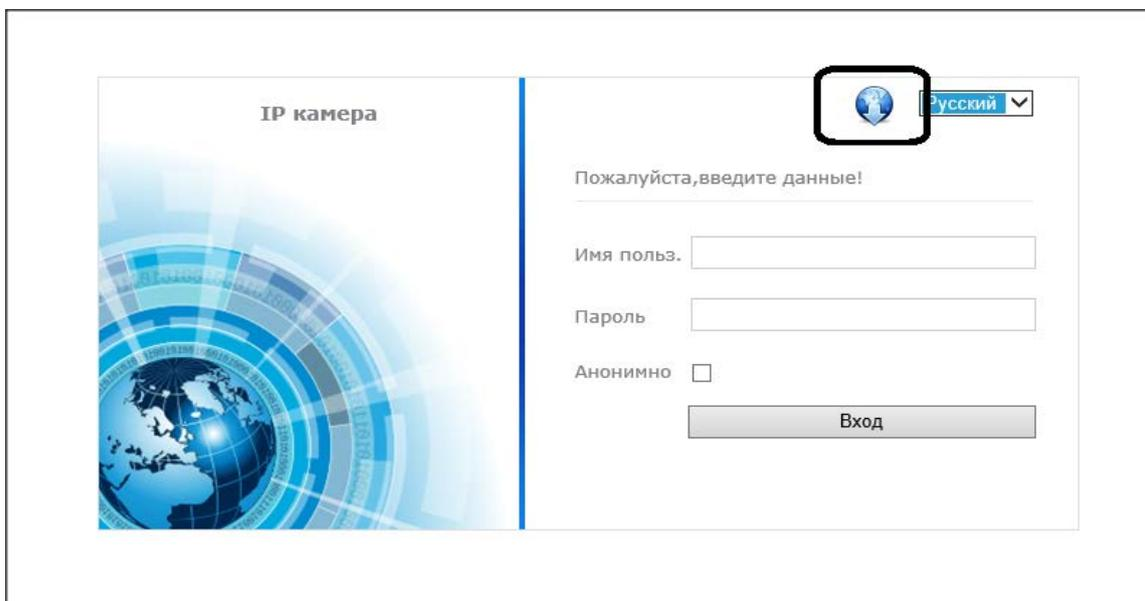

Рисунок 3.6 – Загрузка плагина
7. Откроется страница авторизации. Над формой авторизации есть активная область со стрелкой в круге (рисунок 3.6), при нажатии на нее начнется загрузка плагина. Сохраните и установите плагин на компьютер, следуя инструкциям программы установки.